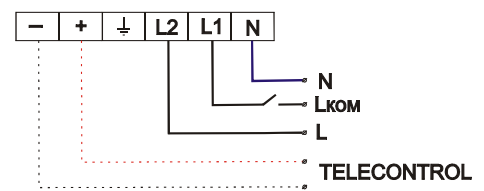

Рис.3
- 3.5 Для модели **BS-793-1x8** если планируется включать и выключать светильник как стандартное освещение, то удалите перемычку, присоедините фазовый провод некоммутированную сеть к клемме L2, а фазовый провод коммутированной сети к клемме L1 (выключатель должен находиться на L1) см. рис.3.